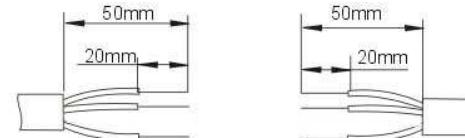

Рис.9
1. Снимите 50 мм внешнего слоя изоляции с кабеля и по 20мм изоляции с каждого провода в отдельности. См. рис. 9.